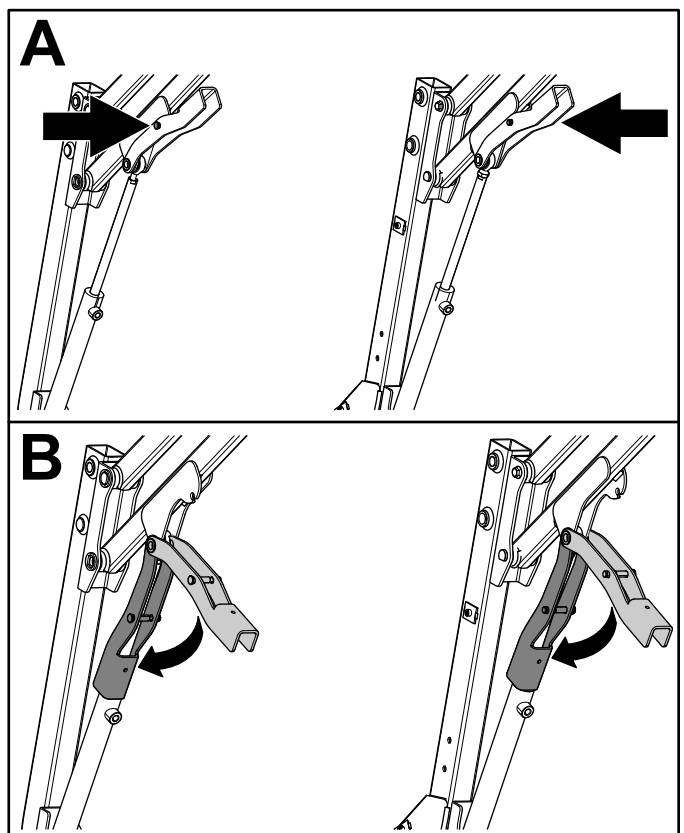

Figura 41
- Împingeți spre interior tiftul de pe elementul de blocare de siguranță magnetic (Figura 41).
- În timp ce susțineți tiftul, coborâți elementul de blocare de siguranță magnetic pe cilindrul hidraulic (Figura 41).